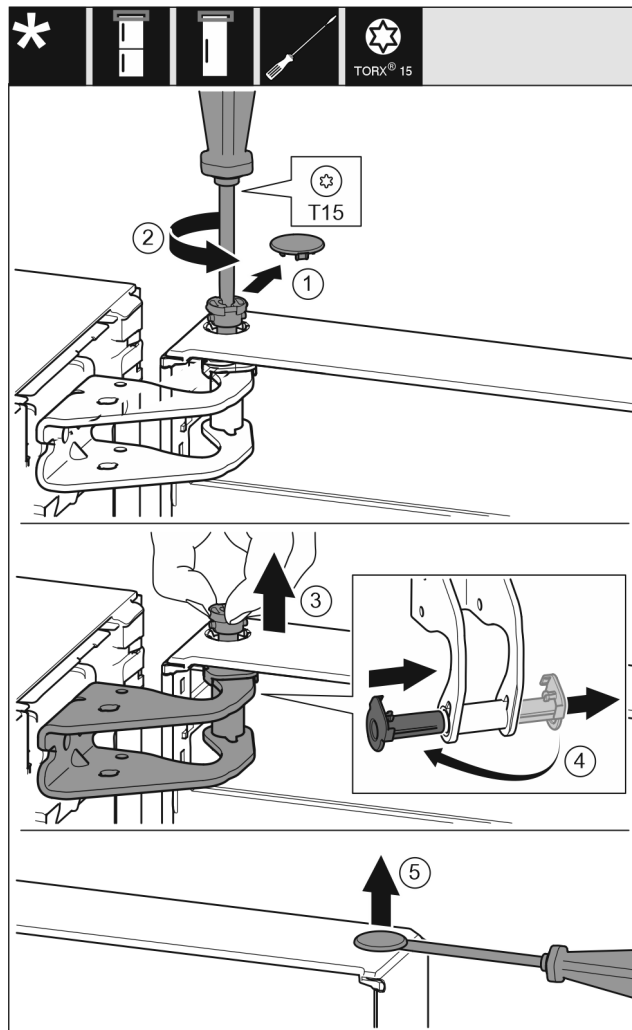

Fig. 6
- ▶ Desenroscar un poco el perno con el destornillador T15. Fig. 6 (2)
- ▶ Sujetar la puerta y extraer el perno con los dedos. Fig. 6 (3)
- ▶ Extraer el casquillo de apoyo de la guía. Introducirlo y encajarlo desde el otro lado. Fig. 6 (4)
- ▶ Levantar cuidadosamente el tapón del casquillo de apoyo de la puerta con un destornillador para tornillos de cabeza ranurada y extraerlo. Fig. 6 (5)